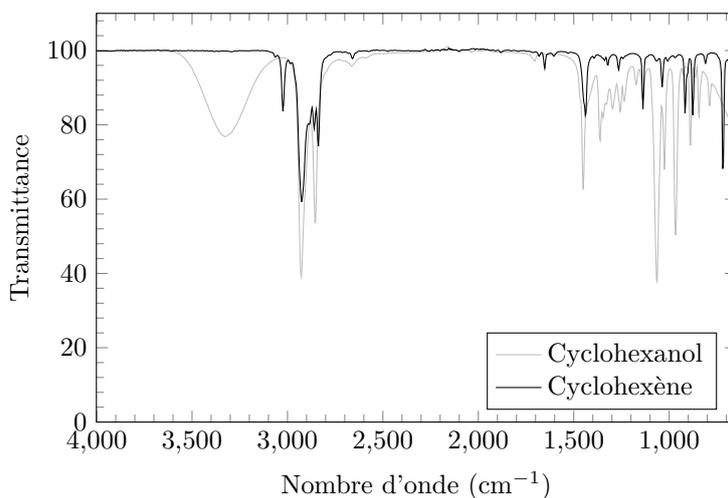

FIGURE 2 – Spectres expérimentaux.
Les spectres IR obtenus expérimentalement à partir du cyclohexanol (réactif) et du cyclohexène produit sont présentés figure 2. On observe la disparition du large pic entre 3200 cm^{-1} et 3500 cm^{-1} , ce qui indique la disparition de la fonction alcool lors de la réaction. On observe également l'apparition de deux pics vers 1680 – 1 620 cm^{-1} (liaison C=C) et vers 3140 – 3 020 cm^{-1} (liaison H-C(=)). On peut donc en déduire que la réaction chimique qui a eu lieu transforme quantitativement un alcool en alcène. C'est donc très probablement la réaction (1).